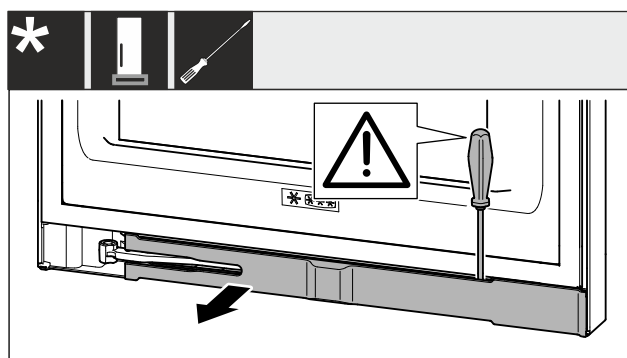

Fig. 3
- ▶ Disinnestare la maschera con un cacciavite a intaglio e ruotarla lateralmente Fig. 3 ()